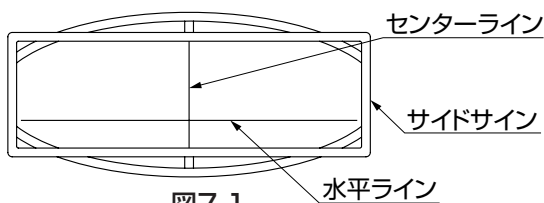

図7-1
- ① サイドサインにあとから消せる物で、センターラインと水平ラインを引いてください。(図7-1参照)